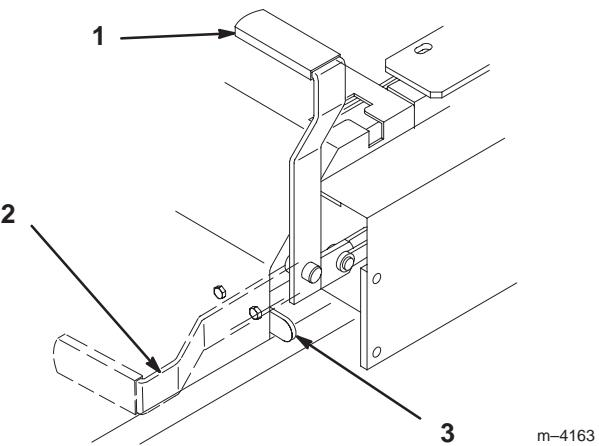

Figure 9
2. Tirez le frein de stationnement en arrière et vers le haut pour le serrer (Fig. 9). Une fois serré, le frein de stationnement ne doit plus bouger.
1. Poussez le levier du frein de stationnement vers l'avant et vers le bas (Fig. 9) afin de le desserrer. Le frein de stationnement est desserré et le levier est en appui contre la butée du frein.